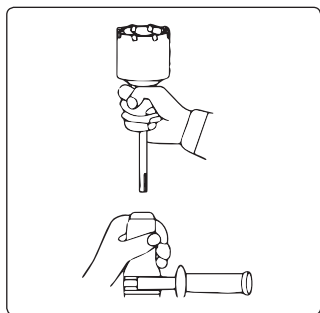

Abb. 4
4. Schieben Sie das Arbeitswerkzeug in den Gerätespannkopf (Abb. 4)